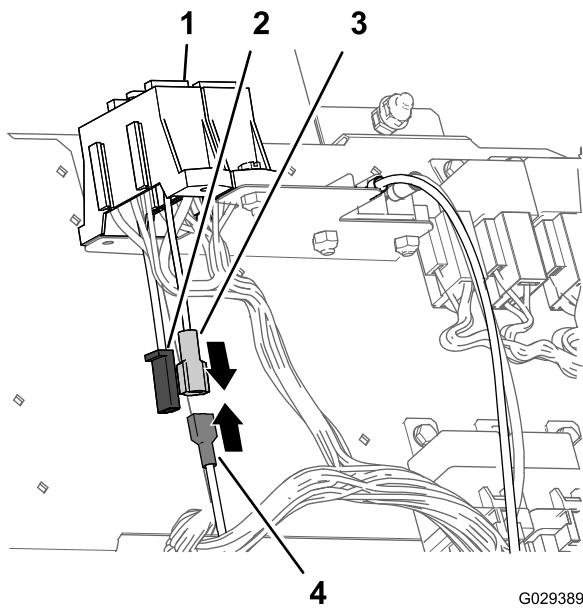

Figura 20
1. Para uma máquina com um conector para encaixe macho no bloco de fusíveis da máquina, ligue o conector macho da cablagem do kit de acabamento ao conector fêmea do bloco de fusíveis da máquina (Figura 20).